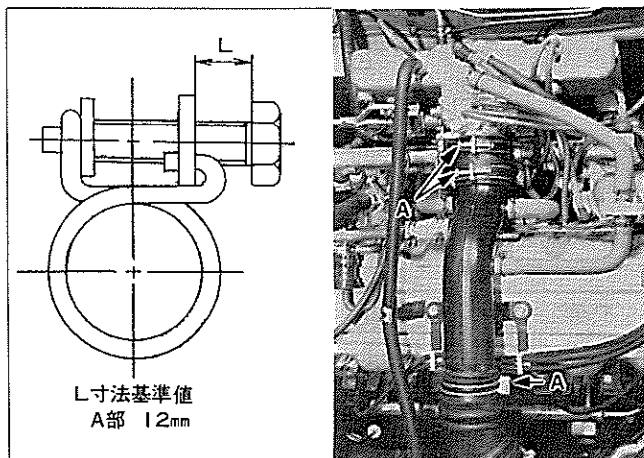

図3-3-24 インテーク エア コネクタ取り付け
(2) クランプの締め付けは図3-3-24のL寸法を基準とすること。